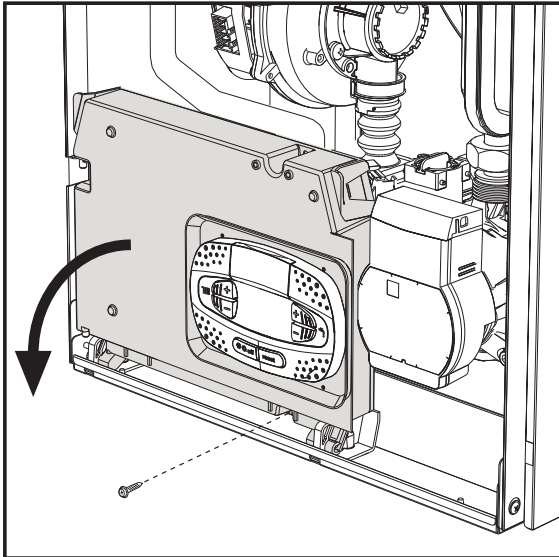
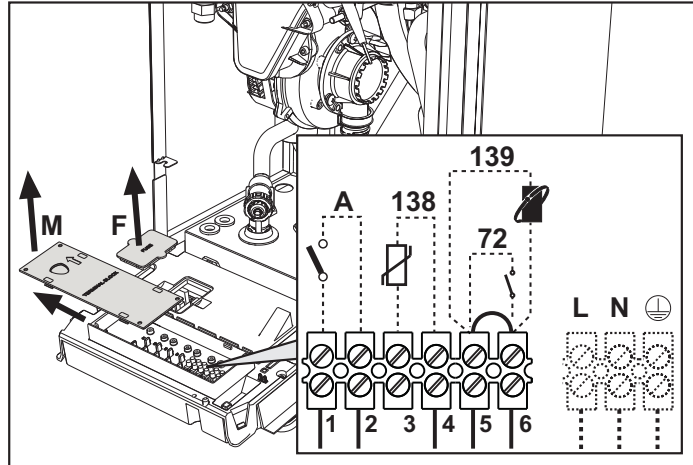

fig. 19
fig. 20
Dopo aver tolto il pannello frontale (sez. "Apertura del pannello frontale" a pag. 33) è possibile accedere alla morsettiere (M) e al fusibile (F) seguendo le indicazioni descritte di seguito (fig. 19 e fig. 20). **I morsetti indicati nella fig. 20 devono essere a contatti puliti (non 230V).** La disposizione dei morsetti per i diversi allacciamenti è riportata anche nello schema elettrico alla fig. 61.
Configurazione Interruttore ON/OFF (A fig. 20)